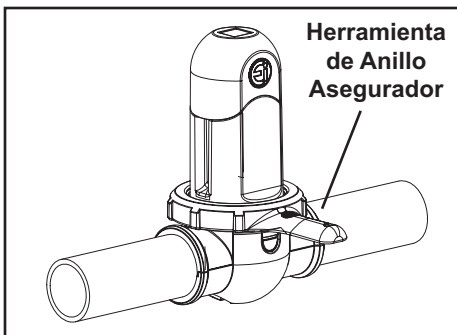

Figura 25. Anulando el anillo asegurador
4. Remuwwa el anillo de seguridad. Si es necesario, utilice la herramienta proveida (véase la Figura 25).
4. Remueva el anillo de seguridad. Si es necesario, utilice la herramienta proveida (véase la Figura 25).